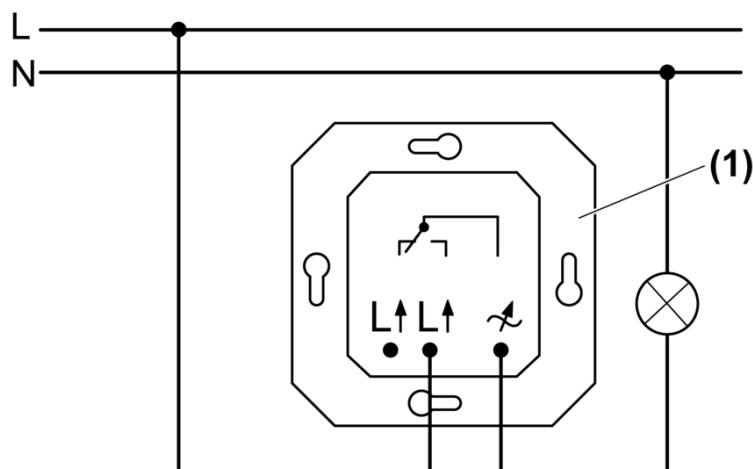

Figure 2: Schéma de raccordement
- Raccorder le variateur (1) conformément au schéma de raccordement (figure 2).